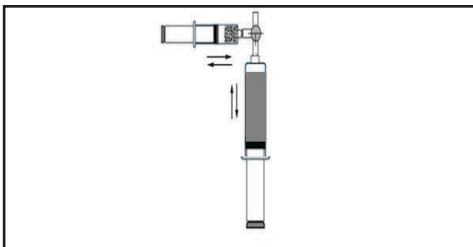

Figura 9.
- 2.3 Spingere delicatamente un po' di soluzione di farmaco nella siringa per microsfere e continuare a spingere lentamente la soluzione di microsfere e farmaco avanti e indietro per alcune volte tra le due siringhe, in modo che le microsfere siano adeguatamente sospese. Spingere l'intera soluzione di microsfere-farmaco nella siringa da 60 ml (Figura 9).